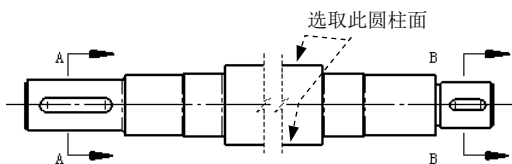

图 6.14.10 添加中心线
Task7. 为主视图添加图 6.14.10 所示的中心线
Step2. 选取图 6.14.10 所示的圆柱面，此时系统会直接为所选的圆柱面添加中心线，单击中心线两端点，拉伸中心线至适合长度。